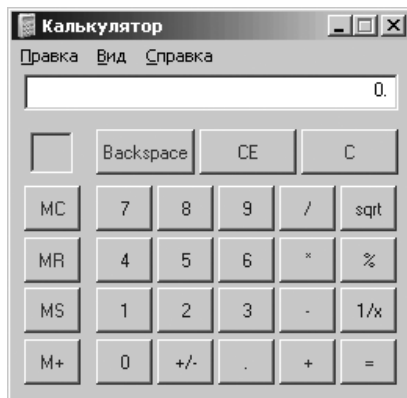

Рис. 4.190. Калькулятор
- **Калькулятор** вызывает калькулятор (рис. 4.190);